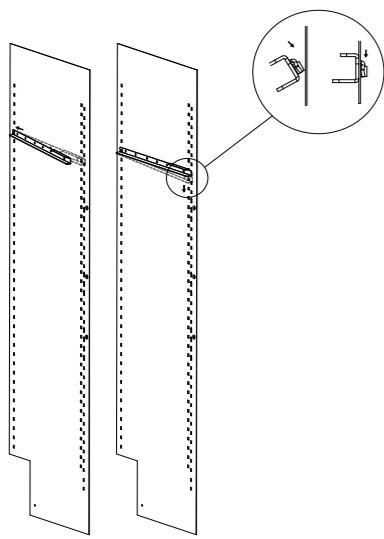

图1
- 移除酒柜内部和外部的保护部件，包括下铰链的保护套（见图1）。
已被固定在每个酒架上。每个酒架2个垫块（图1）。请通过转动将每个垫块取出（图2）。您可保留这些垫块，以便在需要对您的葡萄酒酒柜进行长距离运输时重新使用它们。
1. 将2个滑条插入酒架支撑带中。每个酒架左右侧各安装一个滑条（见图1）。确保滑条正确地固定在壳体内（见图2）。
1. 将2个滑条插入酒架支撑带中。每个酒架左右侧各安装一个滑条（见图1及图2）。
- 将滑条插入酒架支撑带要求位置上（见图1和2）；